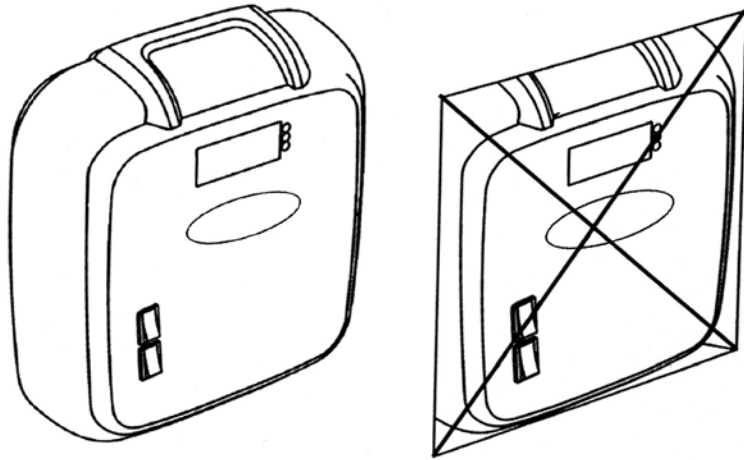

Рисунок 3. Пульт управления нельзя утапливать в стену.
- Пульт управления нельзя утапливать в стену. См. рисунок 3.